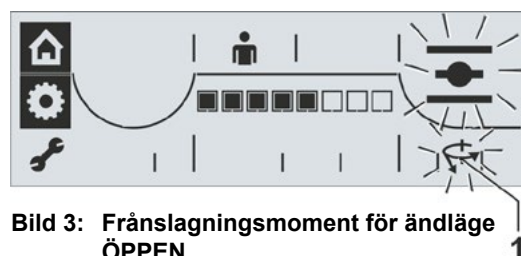

Bild 3: Frånsagningsmoment för ändläge ÖPPEN
Inställningen av parametrarna för frånsagningsmomentet i ändläget ÖPPEN sker på motsvarande sätt. Detta görs genom att välja symbolen för frånsagningsmoment för ändläge ÖPPEN (bild 3, pos. 1) och fortsätt från manöversteg 3 i beskrivningen ovan.